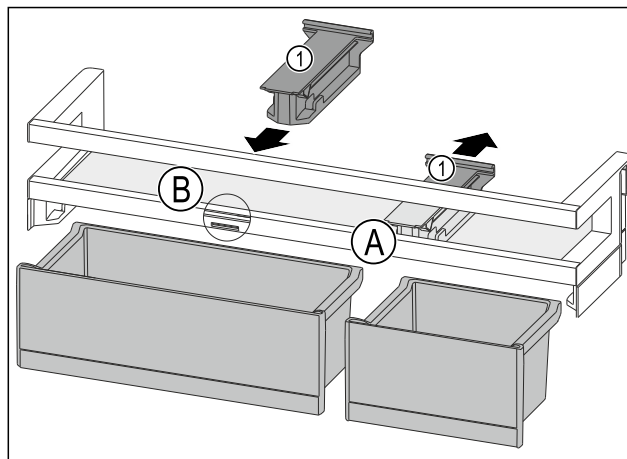

Fig. 158
- Largoni nga prapa pjesën mbajtëse Fig. 158 (1) në pozicionin Fig. 158 (A).
- Vendosni pjesën mbajtëse Fig. 158 (1) në pozicionin Fig. 158 (B).